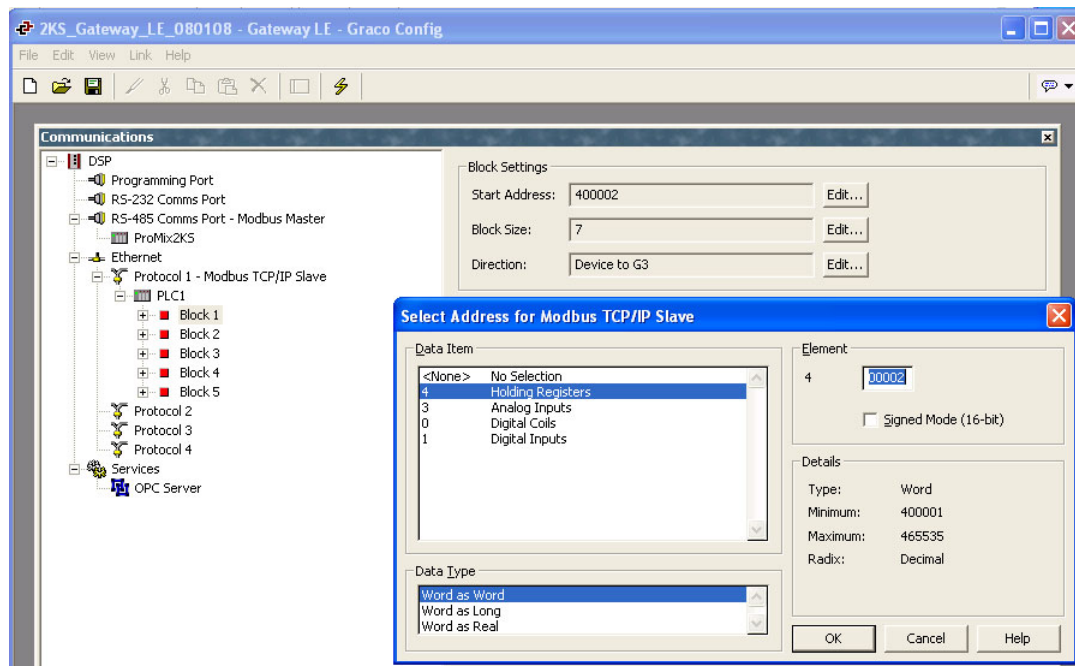

FIG.22: Mapping dei blocchi Gateway
1. Vedere la FIG.22. Selezionare il blocco per il mapping dei dati. Fare clic sul pulsante Edit, accanto al campo Start Address, sul lato destro della finestra. Viene visualizzata la finestra Select Address.